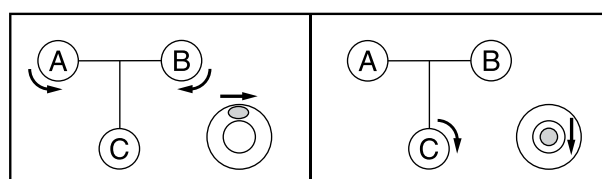

Abbildung 1
- Verwenden Sie die Nivellierschrauben (9), um die Wasserwaage (10) in der Mitte zu positionieren (Abb. 1). Das Instrument ist nivelliert, wenn sich die Wasserwaage in der Mitte befindet.
- Utilice los tornillos de nivelación (9) para centrar el nivel de burbuja (10) (Fig. 1). El dispositivo está nivelado cuando el nivel de burbuja está en el centro.